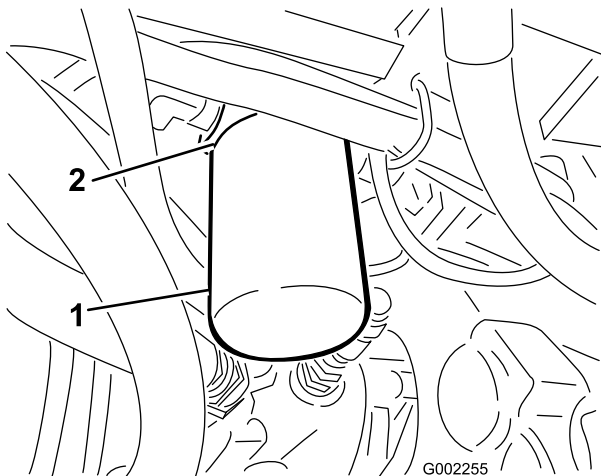

Figura 59
2. Limpie alrededor de la zona de montaje del filtro (Figura 59).
4. Retire el filtro (Figura 59).
5. Lubrique la junta del filtro nuevo (Figura 59).